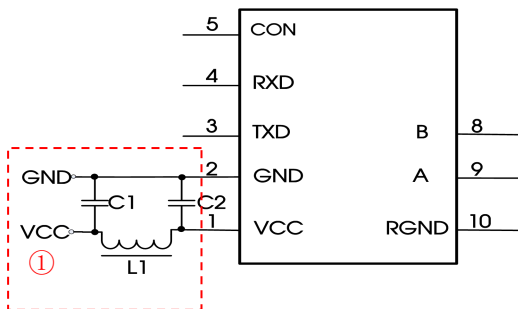

图 3
辐射骚扰	CISPR32/EN55032 CLASS A (见图 3-①)